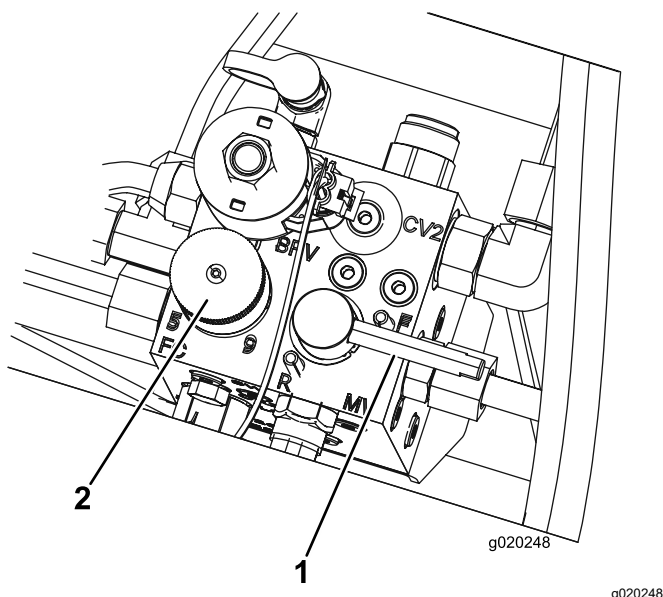

Figure 82
- Réglez le bouton de commande de vitesse des cylindres à la position 1 (Figure 82).
- Tournez le levier de rodage à la position R (rodage) (Figure 82).